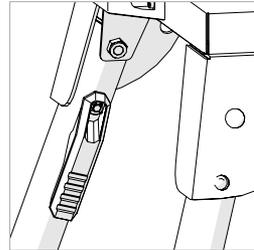

Abb. 1
- Drücken Sie den Verriegelungs-/Entriegelungshebel (**Abb.1**) zum Bein hin, um es aus der eingeklappten Position zu lösen.
- Wiederholen Sie diesen Vorgang, bis alle vier (4) Beine ausgeklappt sind.